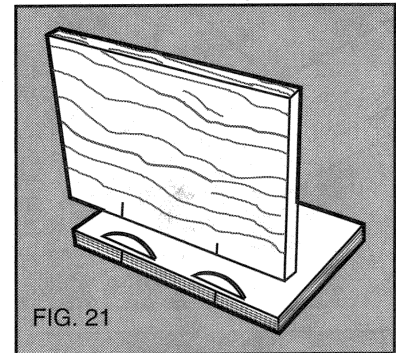

FIG. 21
3. CORNER JOINTS (SEE FIGURE 21)